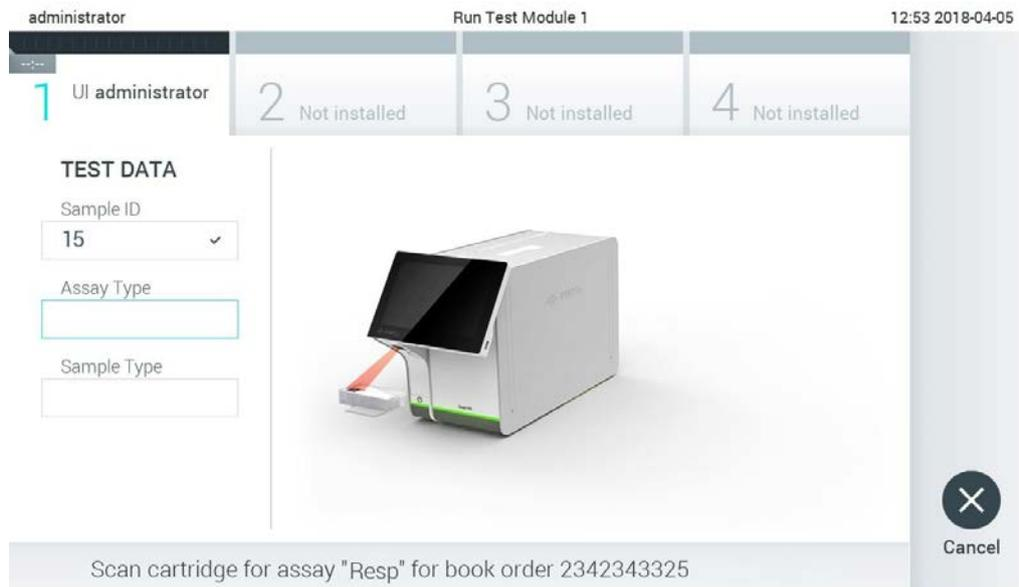

Abbildung 77: Scannen des Barcodes der QIAstat-Dx Assay-Kartusche
4. Wenn die Testanforderung erfolgreich vom Host empfangen wurde, wird der Text „Scan cartridge for assay <assay_name> and book order <order_number> (Kartusche für Assay <Assay_Name> und Anforderungsnummer <Bestellnummer> scannen)“ angezeigt. Scannen Sie den Barcode der angegebenen QIAstat-Dx Assay-Kartusche (Abbildung 77).